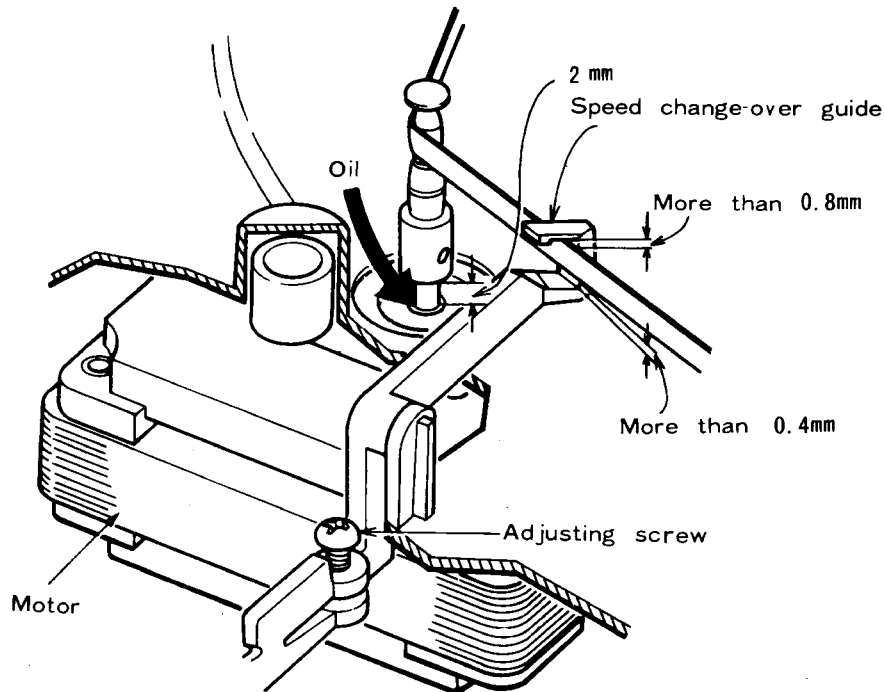

Fig. 4
- (5) Now, an operation check is possible in ordinary conditions with the set the right way up again.
- (6) Perform items (1) – (4) in reverse when assembling.
- (7) Fix the bottom plate after inserting the motor rubber into the hole in the cabinet and setting the motor so the motor pulley is positioned in the center of the hole for the motor pulley. (Fig. 4)
- (1) Install the motor pulley so that the gap at the top of the motor is approx. 2 mm.
- (2) Adjust with the shift arm adjusting screw so that gap in the vertical direction between the belt and the speed changeover guide is as shown in Fig. 4 when the speed is 33 rpm. Check that the vertical gap between the belt and the speed change-over guide is 0.4 mm or more when the speed is 45 rpm.
- (1) Die Motor-Riemenscheibe so einbauen, daß der Abstand an der Oberseite des Motors etwa 2 mm beträgt.
- (2) Die Einstellung mit Hilfe der Schaltarm-Einstellschraube vornehmen, so daß der Abstand zwischen dem Riemen und der Drehzahl-Umschaltführung bei auf 33 UpM gestellter Drehzahl dem in Abb. 4 gezeigten Wert entspricht. Bei auf 45 UpM gehaltenem Gerät muß der vertikale Abstand zwischen dem Riemen und der Drehzahl-Umschaltführung 0,4 mm oder mehr betragen.
- (1) Monter la poulie moteur de telle sorte que l'écart en haut du moteur soit d'environ 2 mm.
- (2) Faire le réglage d'écartement avec la vis de réglage du bras de changement de position pour que l'écart dans le sens vertical entre la courroie et le guide de changement de vitesse soit comme indiqué sur la Figure 4 quand le sélecteur de vitesse est placé sur 33 tr/min. Voir si l'écart vertical entre la courroie et le guide de changement de vitesse est de 0,4 mm ou plus quand le sélecteur de vitesse est placé sur 45 tr/min.